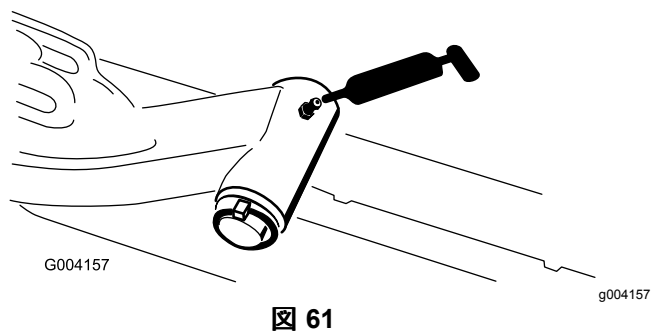

図 61
- 昇降アームのピボットシャフト各アームに1ヶ所一 図 61